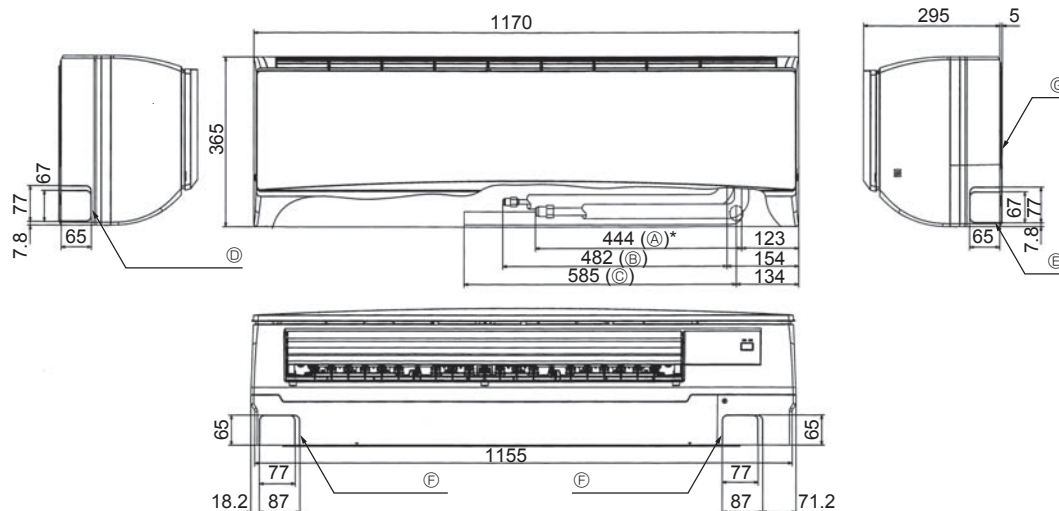

Fig. 4-2
4.3. Posizionamento delle tubazioni del refrigerante e di drenaggio (Fig. 4-2)